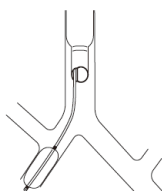

Fig.10
- Sur les patients dont le lobe supérieur du poumon droit se trouve très proche de la bifurcation trachéale, le blocage des lobes moyen et inférieur du poumon droit, et non de tout le poumon droit, peut être obtenu en positionnant le bloqueur dans la bronche intermédiaire (Fig. 10).